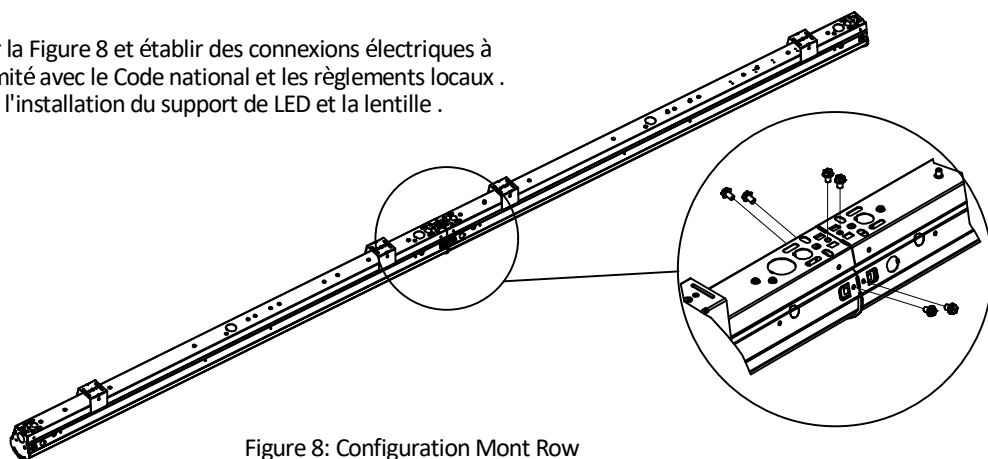

Figure 8: Configuration Mont Row
4) Installez les vis indiquées sur la Figure 8 et établir des connexions électriques à l'intérieur luminaire en conformité avec le Code national et les règlements locaux. Reportez-vous à la page 1 pour l'installation du support de LED et la lentille.